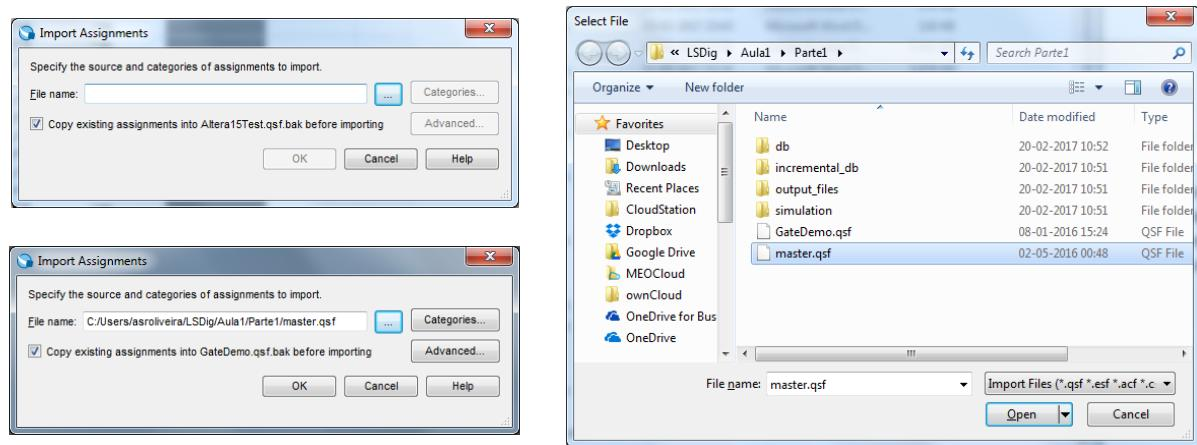

Figura 23 – Seleção e importação do ficheiro “master.qsf” com as definições dos pinos da FPGA ligados aos dispositivos do *kit*.
**15.** Para implementar o circuito em hardware real (FPGA), importe agora as definições de pinos da FPGA da placa de desenvolvimento que vai usar (localização física dos pinos aos quais estão ligados à FPGA os vários dispositivos da placa – e.g. LEDs, interruptores, displays, etc.). Para tal use o menu “*Assignments→Import Assignments*” (Figura 23).